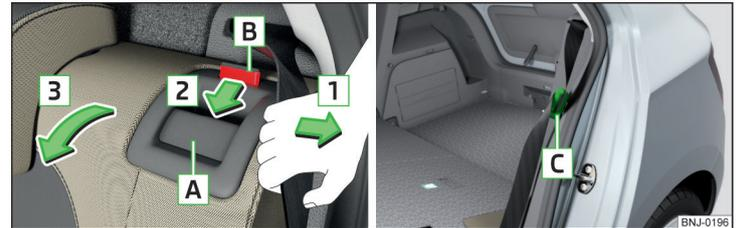

Abb. 59 Sitzlehne vorklappen / Bereitschaftsstellung des Sicherheitsgurts
- Den äußeren Sicherheitsgurt zur Seitenverkleidung in Pfeilrichtung 1 ziehen » Abb. 59.
Die Schlosszunge der äußeren Sicherheitsgurte **C** » Abb. 59 kann in die Seitenverkleidung eingesteckt werden.